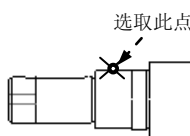

图 3.8.51 选取中心点
Step5. 在系统 **在当前视图上, 给细节选择中心点。** 的提示下, 在图样的边线上选取一点 (在视图的非边线的地方选取的点, 系统不认可), 此时在选取的点附近出现一个十字叉, 如图 3.8.51 所示。